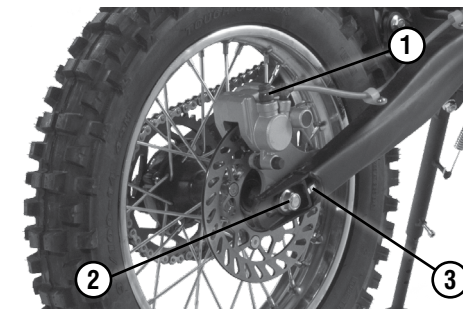

Рис. 11. Дисковый тормоз заднего колеса
стемы одинакова для переднего и заднего тормоза: прокачка гидропривода тормоза заднего колеса осуществляется нажатием на педаль тормоза, удаление воздуха – через клапан (рис.11, поз.1).
1. ослабьте гайку оси колеса (рис. 11, поз. 2)
2. ослабьте контргайки болтов – натяжителей цепи (рис. 11, поз. 3; рис. 12, поз. 1)